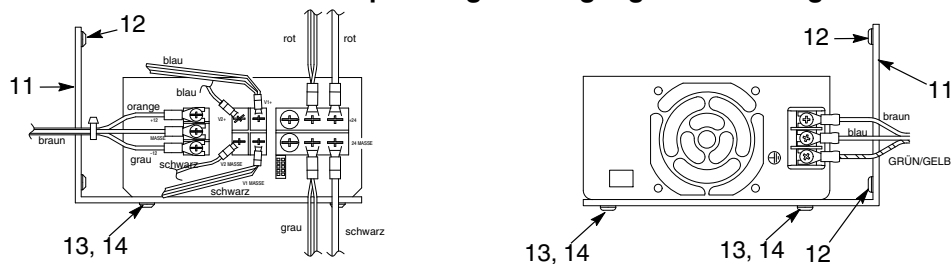

Abb. 2 Unterkonsole des iControl Hauptgehäuses mit neuer Spannungsversorgung
Siehe Abb. 2. Mit dem iControl Spannungsversorgungssatz die neue Spannungsversorgung und neue Kabel installieren.
1. Die neue Halterung (11) mit den beim Abnehmen der Spannungsversorgung aufgehobenen M4 x 12 Schrauben (12) an der Unterkonsole befestigen.
2. Das neue Wechselstromkabel (8) an den AC-Eingangsklemmen (6), an der Klemmenleiste (9) und am Erdungsanschluss (7) anschließen. Die Farben der Leiter gemäß Abb. 2 beachten.
3. Das Gleichstromkabel (4) an die Spannungsversorgungsklemmen (5B und 5C) und am Sockel P1 (2) an der Rückwand (1) anschließen.
4. Das Kabel (3) des digitalen Luftstrommoduls an die Spannungsversorgungsklemmen (5A und 5B) anschließen.
5. Die neue Spannungsversorgung (10) so auf der Halterung (11) montieren, dass das Etikett nach oben zeigt und die Anschlüsse für das Wechselstromkabel (6) rechts liegen.
6. Mit den M4 x 6 Schrauben (12) und Unterlegscheiben (13) die Spannungsversorgung (10) an der Halterung (11) befestigen.